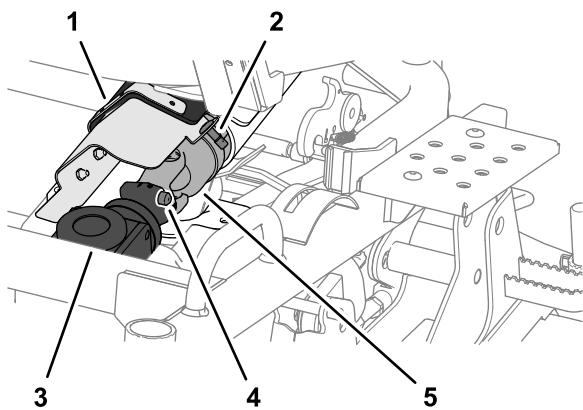

図 112
1. ベルトカバーについているユニバーサルジョイントのカバーの固定具を $1/4$ 回転させてカバーを開く図 112。
2. 刈り込みデッキのギアボックスから駆動シャフトの前端部を外すスプリング負荷がかかっているピンを押しながら駆動シャフトを後方に引くと外れる図 112。
1. 駆動シャフトのユニバーサルジョイントのスライシングと、ギアボックスのカップリングのスライインとを合わせる図 112 刈り込みデッキのギアボックスからの駆動シャフトの取り外し(ページ 70)を参照。
2. スプリング付きピンを押し込んでから駆動シャフトを前に押し込む図 112 刈り込みデッキのギアボックスからの駆動シャフトの取り外し(ページ 70)を参照。
3. スプリング付きピンから手をはなし、駆動シャフトのユニバーサルジョイントがギアボックスに固定されていることを確認する図 112 刈り込みデッキのギアボックスからの駆動シャフトの取り外し(ページ 70)を参照。
4. ユニバーサルジョイントのカバーを閉じて、1/4 回転固定具でベルトカバーに固定する図 112 刈り込みデッキのギアボックスからの駆動シャフトの取り外し(ページ 70)を参照。